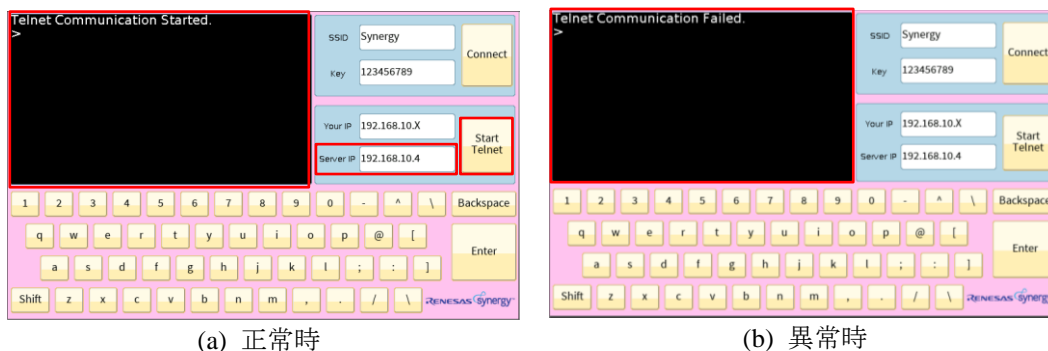

図 2-4 簡易 Telnet サーバへの接続
3. 簡易 Telnet サーバの IP アドレスが入力された後 Start Telnet ボタンが押されると、簡易 Telnet サーバとの Telnet 通信を開始する（図 2-4 (a)）。また、Telnet 通信の開始に失敗した場合は、コンソール画面に”Telnet Communication Failed.”を表示する（図 2-4 (b)）。